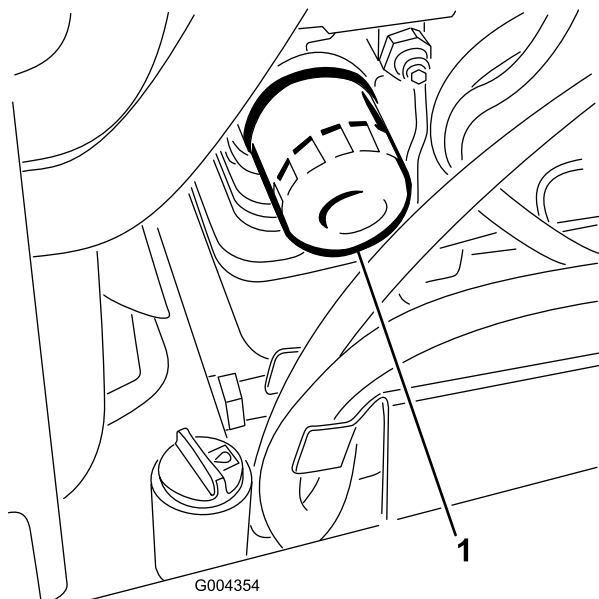

Bild 44
3. Entfernen Sie den Ölfilter (Bild 44).